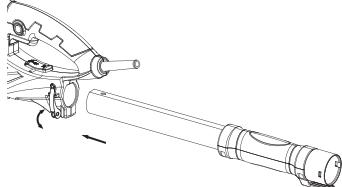

Рис. 4
- Ослабьте стопорный ключ, возьмите сегмент штанги для подсоединения к машине (Рис. 4).